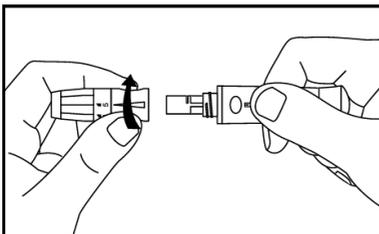

Abb. 22
Schritt 1: Lösen Sie die Abdeckung der Stechhilfe. (Siehe Abb. 22)